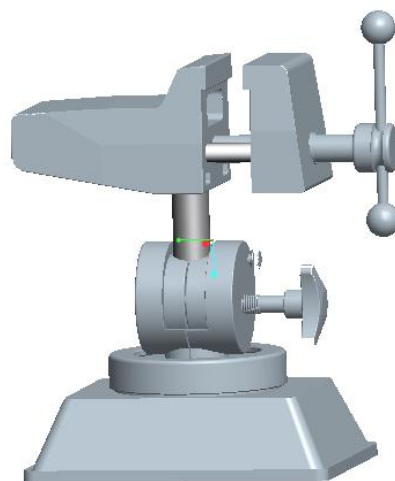
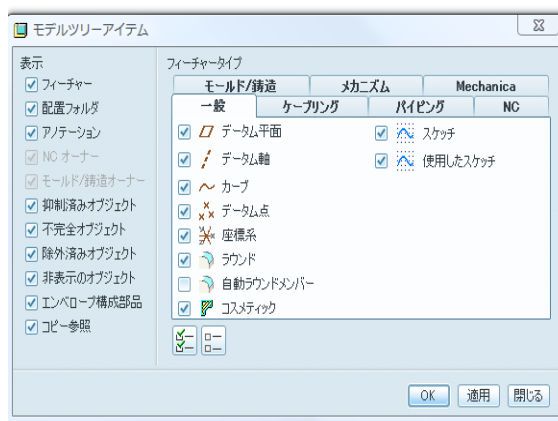

図 12-72 バイスアセンブリ部品
図 12-73 モデルツリー アイテム
- 1) バイスアセンブリファイルをオープンする (図 12-72) に示す。モデルツリーの「設定」、ツリー フィルタの表示のすべてアイテムを ON する、適用、OK (図 12-73) に示す。